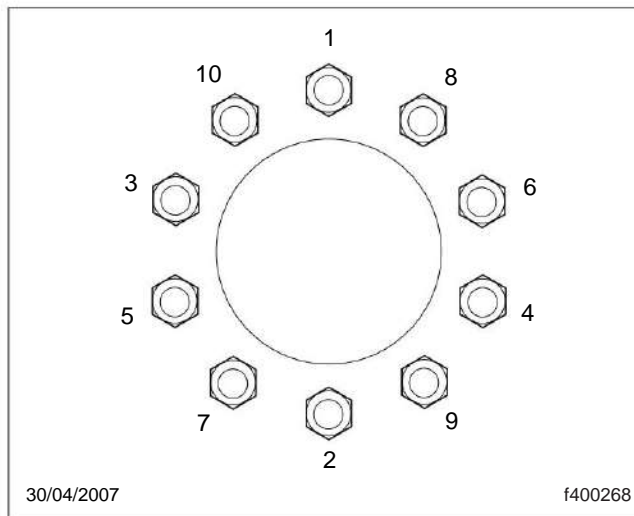

Fig. 25.4, Patrón de apriete, Ruedas de 10 orificios
4.3 Asegúrese de que todas las tuercas de las ruedas estén apretadas. Si es necesario apretar, utilice el patrón de apriete de la Fig. 25.4 para apretar inicialmente las tuercas con brida de 50 a 100 lbf-ft (68 a 136 N-m). Luego apriete las tuercas con brida a 450 a 500 lbf-ft (610 a 678 N-m).